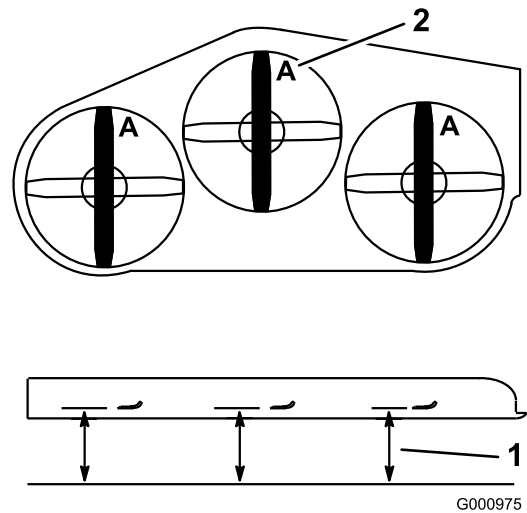

Figura 113
2. Misurate da un piano orizzontale fino al tagliente delle lame, posizione A, (Figura 113).